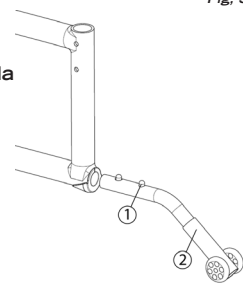

Fig. 5
- I dispositivi anti-ribaltamento (Fig. 5) sono stati progettati per prevenire le cadute dalla sedia.
- Per rimuovere o ruotare il dispositivo anti-ribaltamento verso l'alto, premete il pulsante di rilascio (1) ed estraete o ruotate il dispositivo (2).